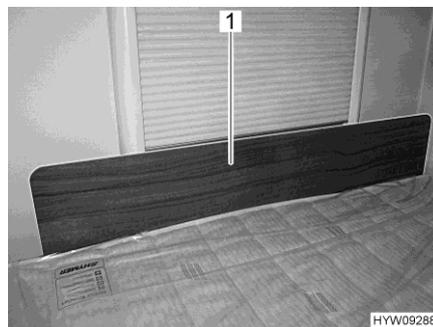

Fig. 86 Pannello di protezione/protezione anticaduta
- Inserire il pannello di protezione (Fig. 86,1) davanti alla finestra, tra il materasso e il telaio della finestra. L'effetto di serraggio del materasso mantiene il pannello di protezione in posizione, davanti al telaio della finestra.